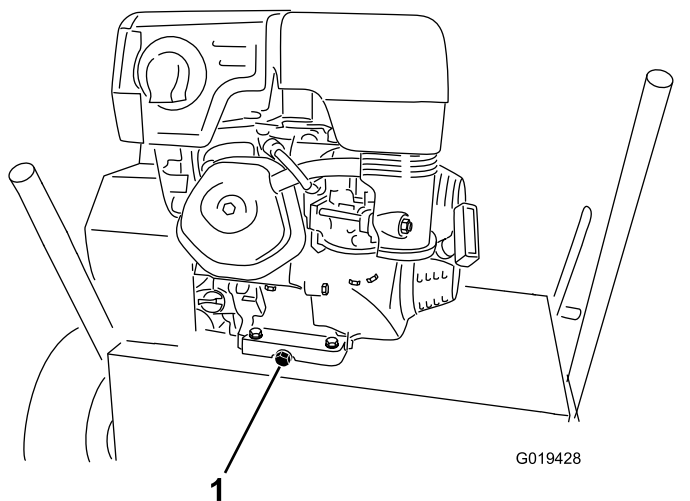

Figura 17
4. Retire el tapón de vaciado (Figura 17).